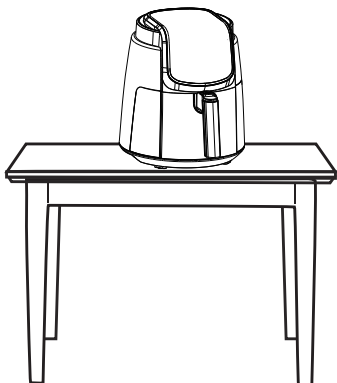

Figura 1
1. Il prodotto deve essere posizionato in modo stabile su un tavolo piano (Figura 1), in modo che il cavo di alimentazione abbia una lunghezza sufficiente per essere inserito nella presa; è necessario far circolare l'aria intorno al prodotto ed evitare che lo stesso sia vicino a oggetti infiammabili.